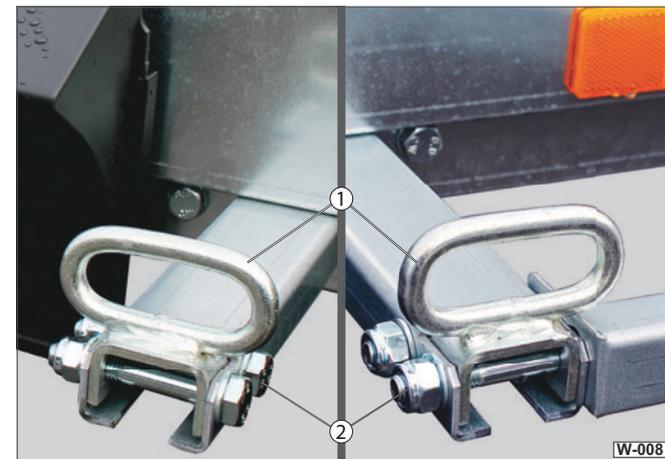

Abb. 8 Zurpunkte kontrollieren
- ▶ Prüfen Sie regelmäßig (min. halbjährlich) die Zurrösen (Abb. 8/1) auf Risse, Verformungen, Deformation.
- ▶ Prüfen Sie regelmäßig (min. halbjährlich) die Schraubverbindungen (Abb. 8/2) auf Festsitz.